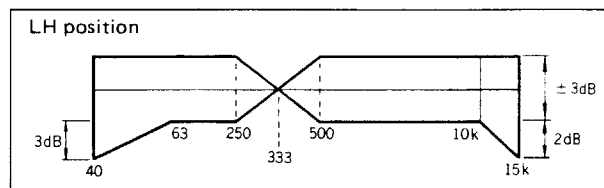

Fig. 11
**2. LH position** (Refer to Fig. 11)